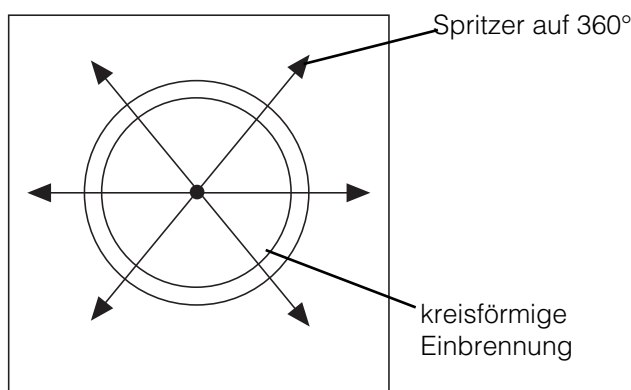

Abb. 24
- 8 - Diesen Vorgang wiederholen (dabei das Blech nach jedem "Schuß" verschieben), bis die "Spritzer" wie in Abbildung 24 symmetrisch verteilt sind.